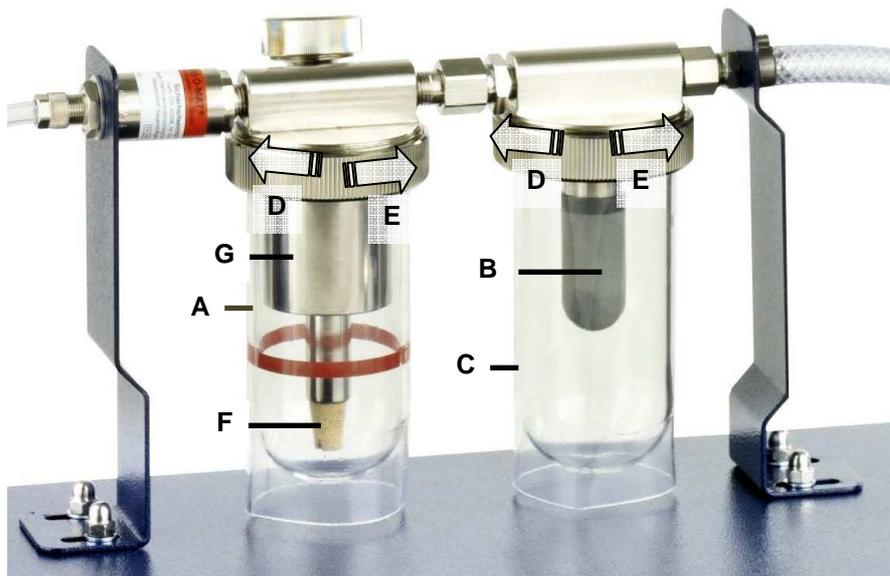

Bild 8.1.3. Verdampferglas (A) mit Sinterkegel (F) und Ausgleichbehälter (G) / Trocknerglas (C) mit Filterkerze (B)
Spätestens wenn der Flüssigkeitsspiegel im Verdampferglas bis zum Sinterkegel (*siehe Bild 8.1.3.F.*) abgesunken ist, muss Verdampferflüssigkeit nachgefüllt werden.
Nach dem Ausschalten des Gerätes entsteht im Elektrolytreaktor ein Unterdruck. Dadurch wird Verdampferflüssigkeit in den Ausgleichbehälter im Verdampferglas gesaugt (*Bild 8.1.3.G.*). Der Füllstand im Glas erscheint deshalb zu niedrig. Erst nach dem Einschalten und dem damit verbundenen Druckaufbau wird die im Ausgleichsbehälter befindliche Verdampferflüssigkeit wieder in das Verdampferglas zurückgedrückt.
Es wird empfohlen, in regelmäßigen Abständen (je nach Betriebsdauer ca. monatlich) das Verdampferglas (*siehe Bild 8.1.3.A.*) völlig zu entleeren, mit heißem Wasser zu reinigen und frische Verdampferflüssigkeit nachzufüllen.
2. Schrauben Sie den Befestigungsring in Drehrichtung nach links (*siehe Bild 8.1.3.D.*) auf.
5. Montieren Sie das Verdampferglas durch Anschrauben des Befestigungsrings in Drehrichtung nach rechts (*siehe Bild 8.1.3.E.*).
Beim Betrieb des Gerätes scheiden sich im Trocknerglas (*siehe Bild 8.1.3.C.*) Kondenswasser und mitgerissener Elektrolyt ab. Hat sich mehr als 1 cm Kondensat angesammelt ist dieses zu entfernen und das Trocknerglas anschließend mit heißem Wasser auszuspülen. Elektrolytentsorgung *siehe Kapitel 9.2.*
5. Montieren Sie das Trocknerglas durch Anschrauben des Befestigungsringes in Drehrichtung nach rechts (*siehe Bild 8.1.3.E.*).
Beim Betrieb des Gerätes wird in der Filterkerze (*siehe Bild 8.1.3.B.*) das durchströmende Gas getrocknet. Im Laufe der Zeit ist die Filterkerze mit Flüssigkeit gesättigt und muss gewechselt werden. Je nach Betriebshäufigkeit wird empfohlen, die Filterkerze ca. jährlich zu ersetzen.
2. Schrauben Sie den Befestigungsring des Trocknerglases in Drehrichtung nach links (*siehe Bild 8.1.3.D.*) auf.